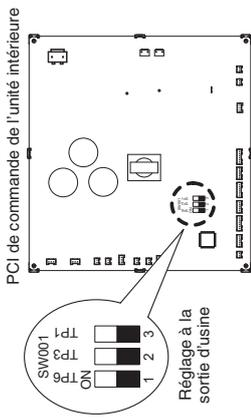

Fig. 10-1
- Ouvrez le couvercle du boîtier de composants électriques et confirmez l'emplacement où le bouton Sélectionner est positionné sur la PCI de commande de l'unité intérieure. (Fig. 10-1)